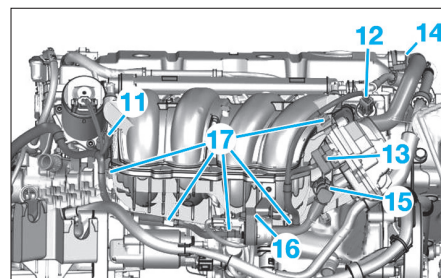

Fig. 67
- Déconnecter les connecteurs (11), (12) et (13) (Fig.67).
- Désaccoupler les tuyaux (14) et (15).
- Déposer et écarter l'électrovanne (16).
- Déclipper le faisceau (17).